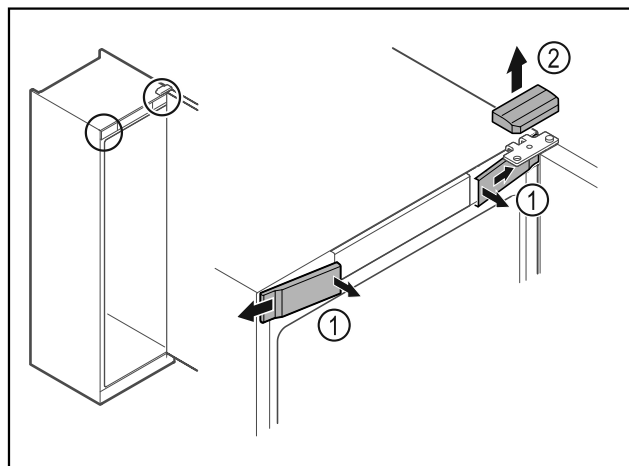

Fig. 8 *
- Vordere Abdeckungen Fig. 8 (1) innen ausrasten und zur Seite abnehmen.*
- Obere Abdeckung Fig. 8 (2) nach oben abnehmen.*